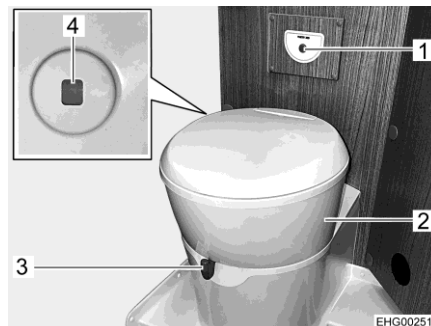

Fig. 171 Toilettes
Il est possible de tourner la cuvette dans la position souhaitée. Saisir pour ce faire le partie supérieur des toilettes (Fig. 171,2) des deux mains et tourner.
L'unité de commande avec le bouton de la chasse d'eau (Fig. 171,1) est positionné à proximité de la cuvette.
L'indicateur de niveau (Fig. 171,4) passe du vert au rouge quand le réservoir pour matières fécales doit être vidé.
- Avant d'actionner la chasse d'eau, ouvrir le curseur des toilettes. Pousser pour cela le levier du curseur (Fig. 171,3) dans le sens inverse des aiguilles d'une montre.
- Pour actionner la chasse d'eau, appuyer sur le bouton bleu (Fig. 171,1).